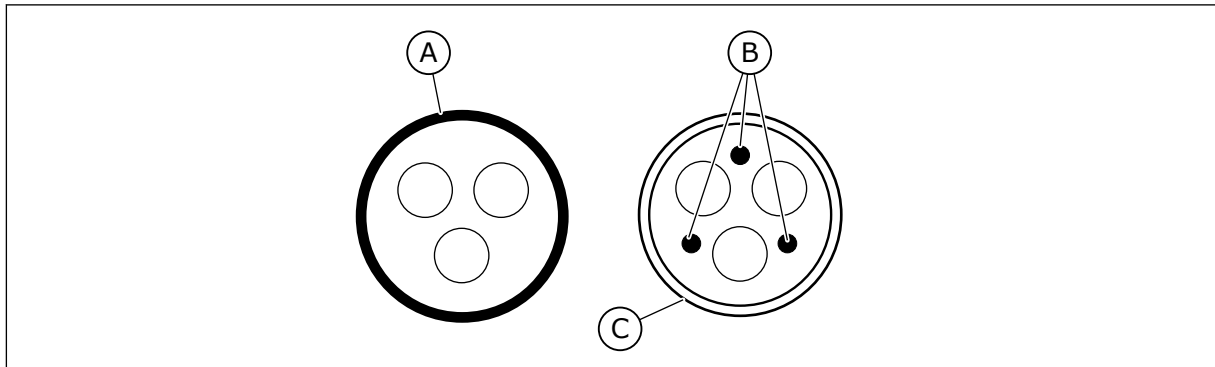

Fig. 36: Kabler med PE-ledere
2. Et symmetrisk strømkabel med koncentrisk beskyttelsesledning. Et kabel til den angivne netspænding. Vi anbefaler et MCMK-kabel. Se *Fig. 36*.
3. Et symmetrisk strømkabel med kompakt lavimpedansafskærmning. Et kabel til den angivne netspænding. Vi anbefaler et MCMK-kabel eller et EMCMK-kabel. Vi anbefaler, at kabeloverføringsimpedansen (1...30 MHz) maksimalt er 100 mΩ/m. Se *Fig. 36*. * = Når det gælder EMC niveau C2, er det nødvendigt at have en 360° jording af afskærmningen med kabelbøsninger i motorenden.